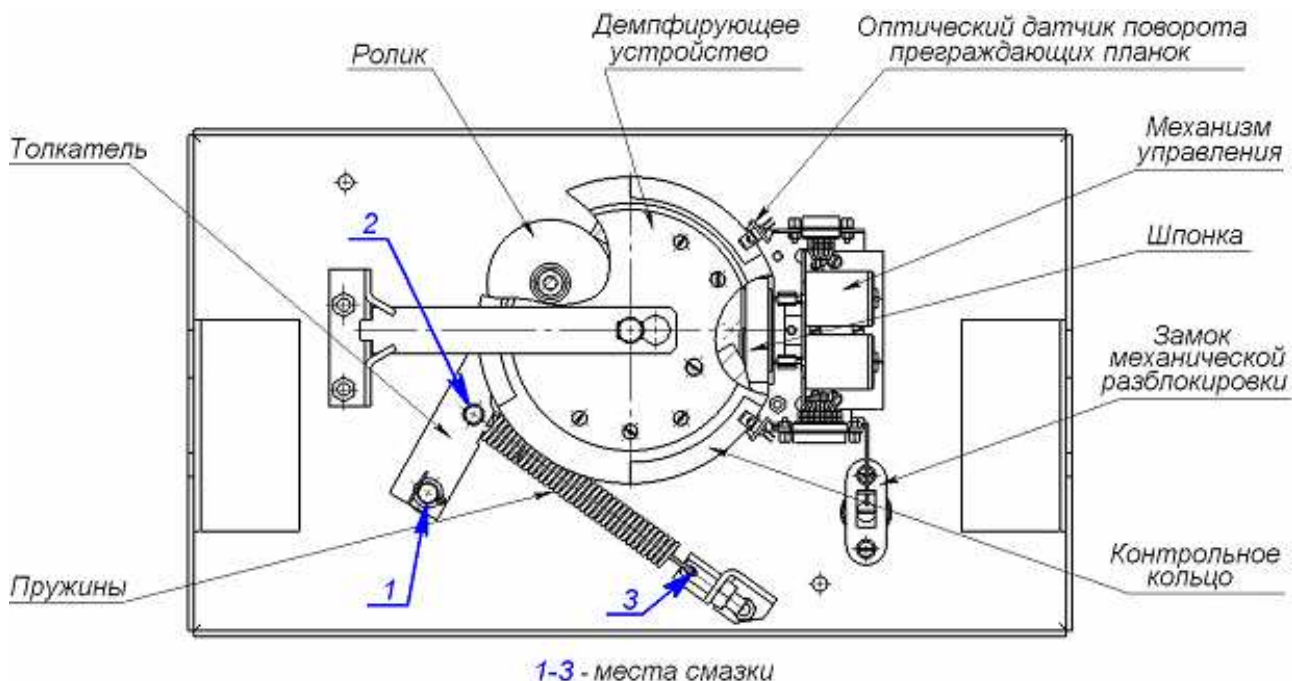

Рисунок 15. Расположение внутренних деталей и узлов механизма турникета
2. Снимите крышку (3) в порядке, указанном в разд. 6 «Маркировка и упаковка», положите ее на ровную устойчивую поверхность;
3. Осмотрите устройство доворота (толкатель, пружины и ролик), оптические датчики поворота преграждающих планок и демпфирующее устройство (см. рис. 15).
5. Выполните смазку узлов трения механизма турникета смазкой ШРУС-4. Не допускайте попадания смазки на поверхность кольца контрольного и на ролик. Смазка производится в следующих точках (см. рис. 15):
- механизмы секретности замка механической разблокировки (7) и замка крышки (4) со стороны замочной скважины.
7. Проверьте крепление преграждающих планок (5), для этого:
- отверните отверткой винт М4×25 крепления крышки (6) и снимите крышку;
9. Установите на место крышку (3) (см. разд. 6); установка крышки не требует применения больших физических усилий, замок крышки запирается нажатием на механизм секретности без поворота ключа.